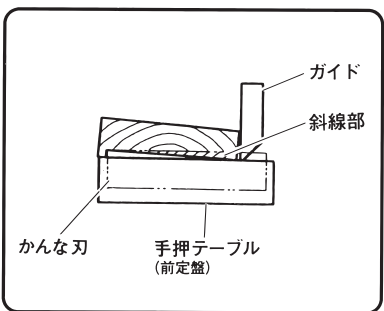

図 17
(3) 次に図17の斜線部を切削してご希望の寸法の傾斜にします。